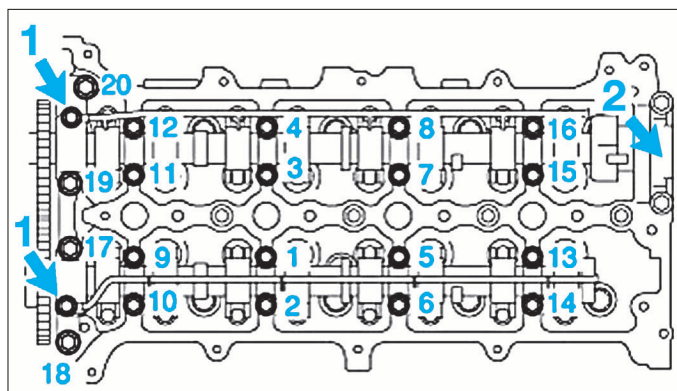

FIG. 56
- Déposer les deux vis (flèches 1) (fig. 56).
- Mettre en place les tuyaux d'alimentation en huile puis serrer progressivement en plusieurs passes, les paliers d'arbres à cames jusqu'au couple de serrage prescrit (fig. 56).